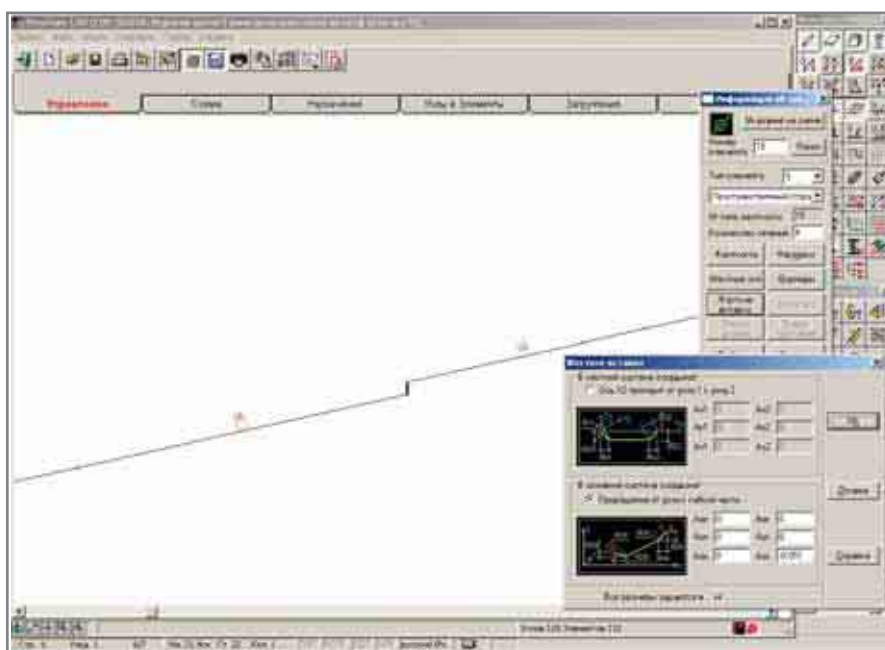

Рис. 12. Применение жесткой вставки при моделировании эксцентриситета
- В местах изменения толщины поясов расчетная ось, проходящая через центр тяжести, смещается. Для учета эксцентриситета здесь следует применять жесткую вставку, задаваемую в общей или местной системе координат, как это изображено на рис. 12.